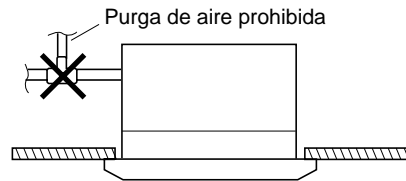

Fig. 3-27
- No instale purga de aire en el tubo de evacuación de condensados. (Fig. 3-27)